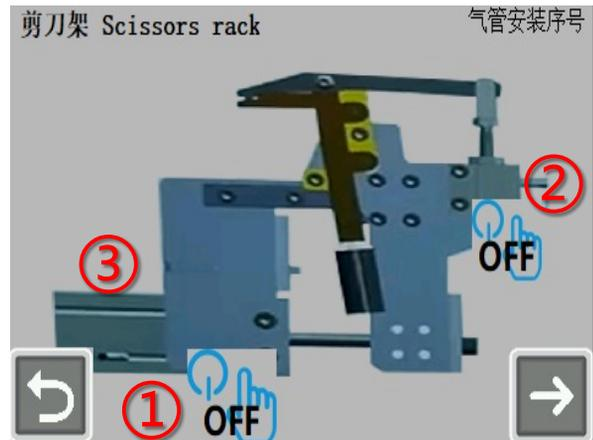

图2
点击检测模式图标进入检测模式，进入图二界面，点击图2中的①为剪刀架气缸，②剪刀合并气缸，（点击此位置气缸才会有动作）点击①的位置剪刀会伸出来，同时图2中③的位置会显示剪刀传感器指示灯亮起，则表明剪刀气缸和剪刀电磁阀正常，点击图2中①或②的如果剪刀架/剪刀合并无动作，则表明气缸/电磁阀有问题，需更换电磁阀/气缸。